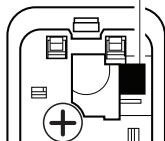

Figura 5 - Determinación correcta de la posición del puente (parte posterior del pulsador)
7. Si tiene una campana electrónica, mueva el puente que está en la parte de atrás del pulsador de las dos clavijas inferiores a las dos clavijas superiores (vea la Figura 5). Presione el pulsador para probar de nuevo.